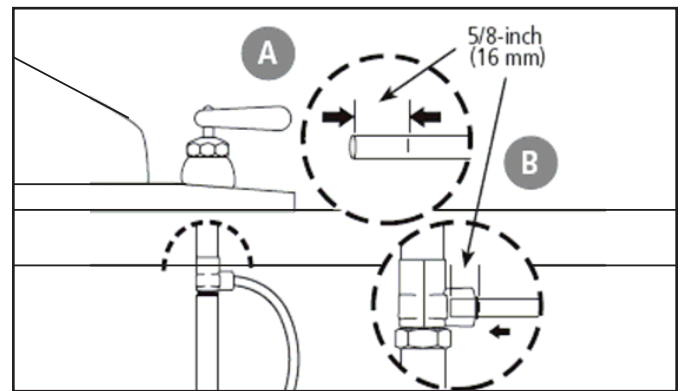

Figura 17
- A) Determine el largo de tubería plástica necesaria para conectar la entrada situada al costado del filtro (izquierda) con el adaptador de suministro de entrada instalado en la tubería de suministro de agua fría. Asegúrese de que el tubo sea lo suficientemente largo como para evitar que se doble y córtelo en ángulo recto. Haga una marca a 5/8" del extremo del tubo. Humedezca el extremo del tubo. Inserte el extremo del tubo en el empalme de 1/4" del adaptador de suministro de entrada. La marca de 5/8" deberá estar nivelada con la abrazadera del empalme ubicado en el adaptador de suministro de entrada (Figura 17).